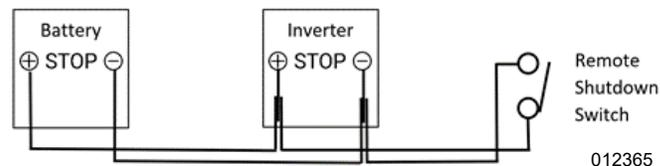

Figure 4-13. Câblage en parallèle de l'interrupteur d'arrêt à distance
3. Voir **Figure 4-13**. Les bornes STOP et l'interrupteur d'arrêt à distance peut être câblés en parallèle. Dans ce cas, la polarité est importante. Raccorder la borne « STOP + » du premier dispositif PWRcell à la borne « STOP + » du deuxième. Raccorder la borne « STOP - » du premier dispositif PWRcell à la borne « STOP - » du deuxième. Sur l'un ou l'autre dispositif, tirer une paire de fils entre les bornes STOP et l'interrupteur d'arrêt à distance.